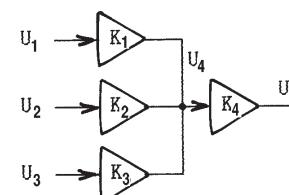
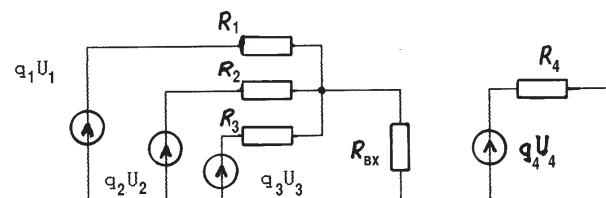

рис. 2
рис. 3
ходных сопротивлениях каскадов. Например, на рис.2 уровень сигнала на входе каскада K4 равен
Пояснить сказанное можно с помощью схемы замещения (рис.3), эквивалентной схеме на рис.2, где $q_i U_i$ – ЭДС эквивалентных генераторов напряжения каскадов
получим формулу (1), а обозначив $q_4 = K_4$ (холостой ход каскада K_4) – формулу (2). Таким образом, коэффициент передачи каскада по напряжению характеризует не только его усиительные свойства, но и зависит от нагрузки на его выходе. Так, если из схемы рис.2 исключить один из каскадов, то коэффициенты передачи оставшихся изменятся. Собственно усиительные свойства характеризуются коэффициентами q_i .
Если один из каскадов, например K_1 (рис.2), является внешним по отношению к остальной части устройства, и его характеристики нас не интересуют, а важен лишь сигнал, поступающий от него на вход K_4 , то, обозначая этот сигнал как E_c , выражение (1) можно переписать в виде